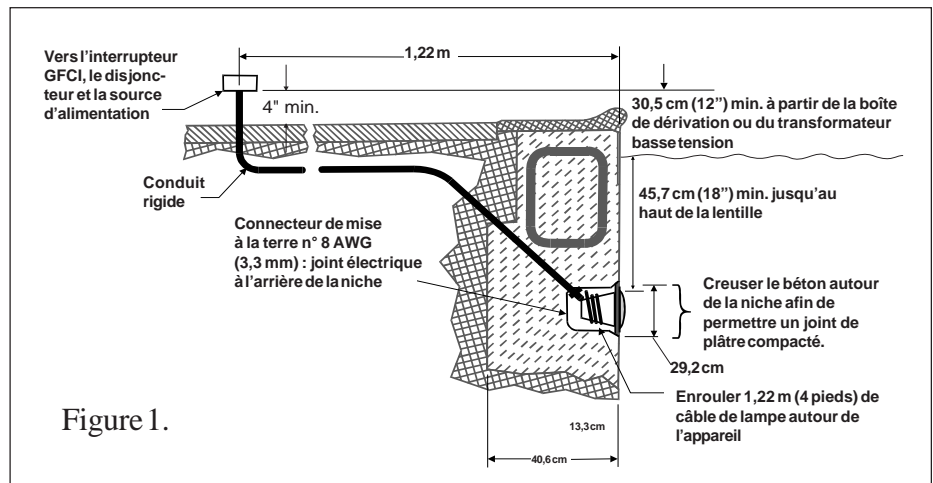

Figure 1.
A. Avant que l'appareil d'éclairage ne puisse être installé, l'électricien devra procéder aux préparatifs suivants (cf. figure 1 ci-dessous).
- b. La boîte de dérivation (ou, pour les modèles de 12 volts, le transformateur basse tension) est située à au moins 30,5 cm (12 pouces) au-dessus du niveau du sol et à au moins 1,22 m (48 pouces) du bord de la piscine (cf. figure 1 ci-dessous).
- d. La niche immergée est correctement installée de manière à ce que le bord supérieur de la lentille de la lampe soit à au moins 45,7 cm (18 pouces) au-dessous de la surface de l'eau dans la piscine (cf. figure 1 ci-dessous).
- e. La niche immergée comporte des joints électriques appropriés et est convenablement reliée à la terre au moyen du connecteur de terre n° 8 AWG (3,3 mm) situé à l'arrière de la niche (cf. figure 1).
1. Acheminer le cordon à travers le conduit jusqu'à la boîte de dérivation en laissant au moins 1,22 m (4 pieds) à enrouler autour de la lampe au niveau de l'appareil d'éclairage (cf. figure 1). Ce mètre vingt-deux permet de procéder au remplacement de la lampe une fois la piscine remplie d'eau.
5. Laisser au moins 1,22 m (4 pieds) de cordon à enrouler autour de la lampe (cf. figure 1). Ce mètre vingt-deux permet de procéder au remplacement de la lampe une fois la piscine remplie d'eau.